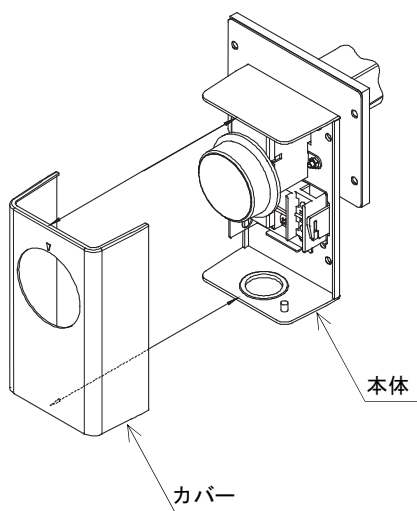

図10 カバー 取付/取外し
- (1) カバーを手で取り外します。(図10)
- (6) カバーを取り付けます。(図10)